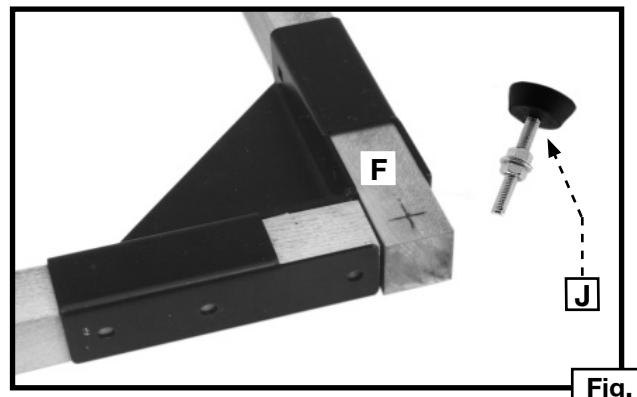

Fig. 9
9. Du même côté de la base où sera fixé le support pivotant, mesurer 19 mm (3/4 po) de l'extrême et du côté des deux planches latérales (F) fig. 9 (soit les bouts sans les roues). Marquer les emplacements où seront percés les deux trous de 11,1 mm (7/16 po) qui recevront les deux pieds de nivellement dont une est illustrée en (J).